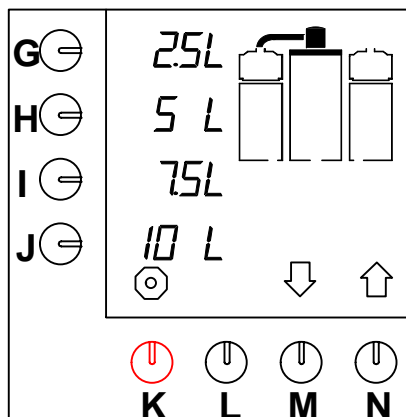

Fig. 8 Startskärm
- Lampan i strömbrytaren tänds. Standardmöjligheterna visas på displayen (fig.8).